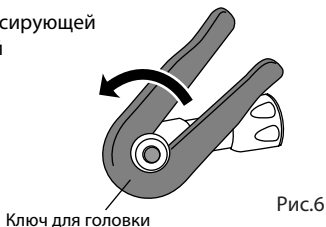

Рис.6
- 3) Разместите ключ для головки на фиксирующей гайке и открутите ее против часовой стрелки. (Рис.6)